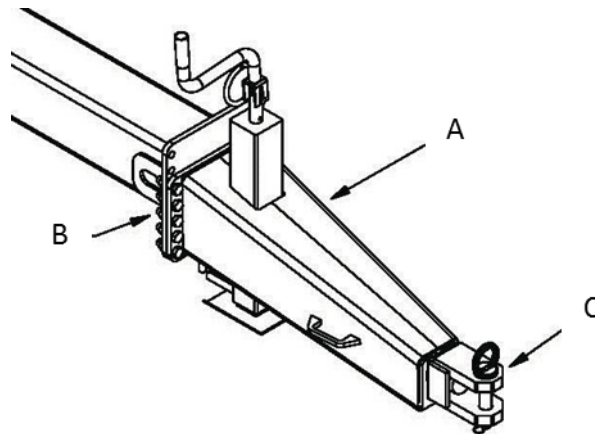

Figure 5 – Ajustement de la tête d'attelage
Avant de fixer la remorque au tracteur, assurez-vous que la remorque est parallèle au sol. Au besoin, ajustez la hauteur de la tête d'attelage (A) avec des boulons (B) (voir la Figure 5 – Ajustement de la tête d'attelage).